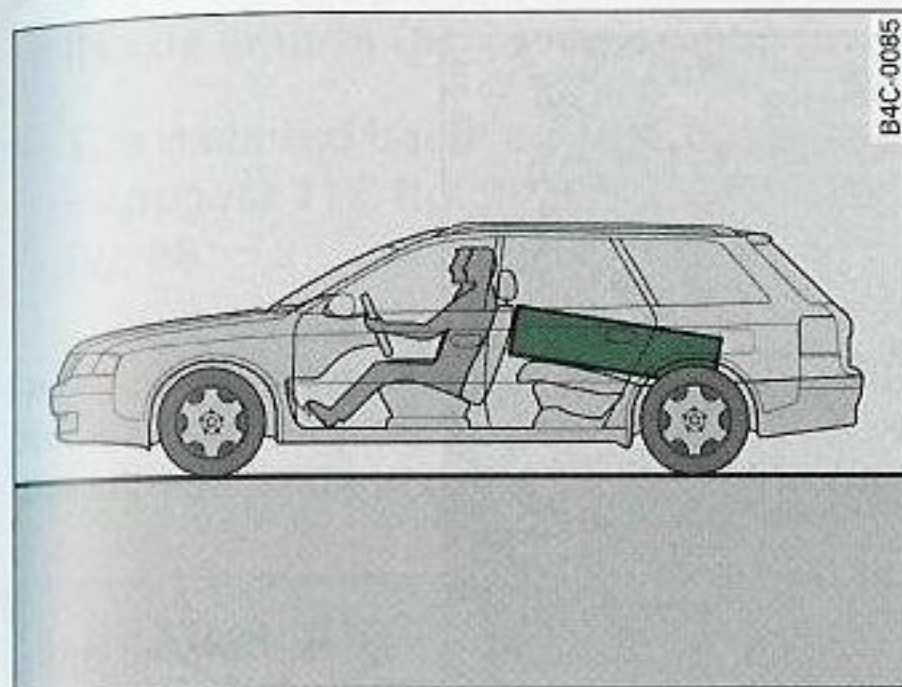

Fig. 93 Los objetos pesados deberían transportarse lo más adelante posible.
- Los objetos pesados deberían transportarse lo más adelante posible ⇒ fig. 93.